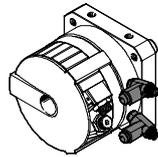

Fig. 20
- Используйте дроссели с обратными клапанами типа GRLA для установки скорости поворота. Они вкручиваются непосредственно в пневматические каналы (Fig. 20).